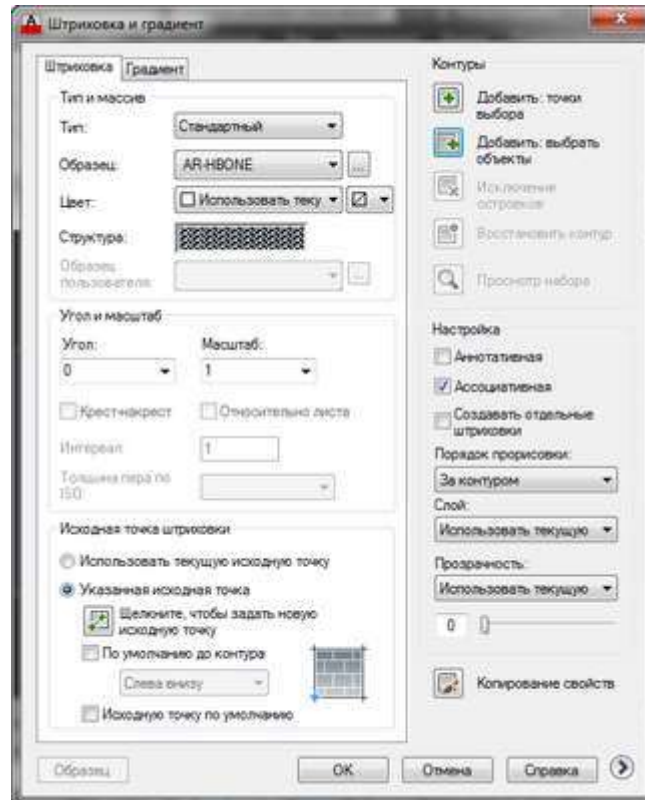

Рисунок20- Штриховка и градиент
**Но параметры штриховки в Автокаде можно задавать также и в диалоговом окне "Штриховка и градиент" (рис.20). Для этого выберите опцию "Параметры" (введя букву П). В версии AutoCAD 2013 можно выбрать опцию, нажав на нее в командной строке. Это очень удобное нововведение.**